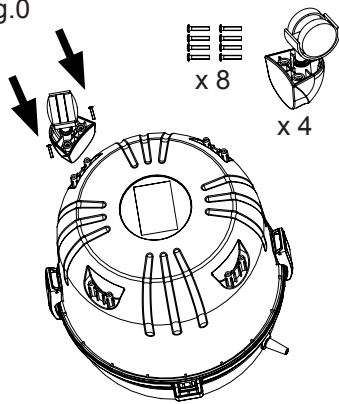

Fig.1
- Acoplar el conjunto manguera al connector del aspirador y girar la manguera a la derecha. (Fig. 1)